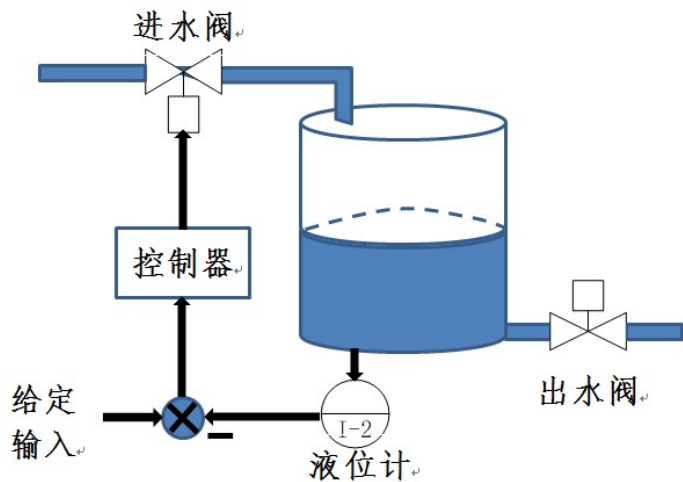

图1 水槽液位高度控制系统
- 水槽液位高度控制系统，如图1所示。被控系统为单容对象，被控量为液位高度 $h(t)$ ，控制量为进水阀门开度 $u(t)$ 。依据物料平衡原理，分析液位高度和进水阀门开度关系。采用PID控制器，实现液位高度的控制。